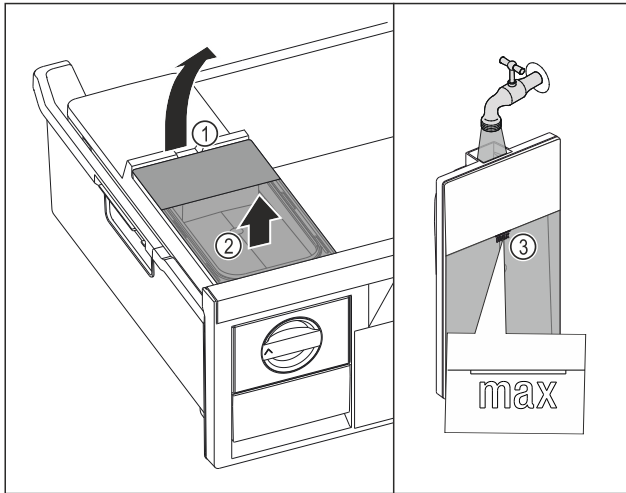

Fig. 75
- ▶ Підняти бак для води за заглиблення Fig. 75 (1).
- ▶ Вийняти бак для води рухом вгору. Fig. 75 (2)
- ▶ Наповнити бак для води питною водою до позначки Fig. 75 (3).